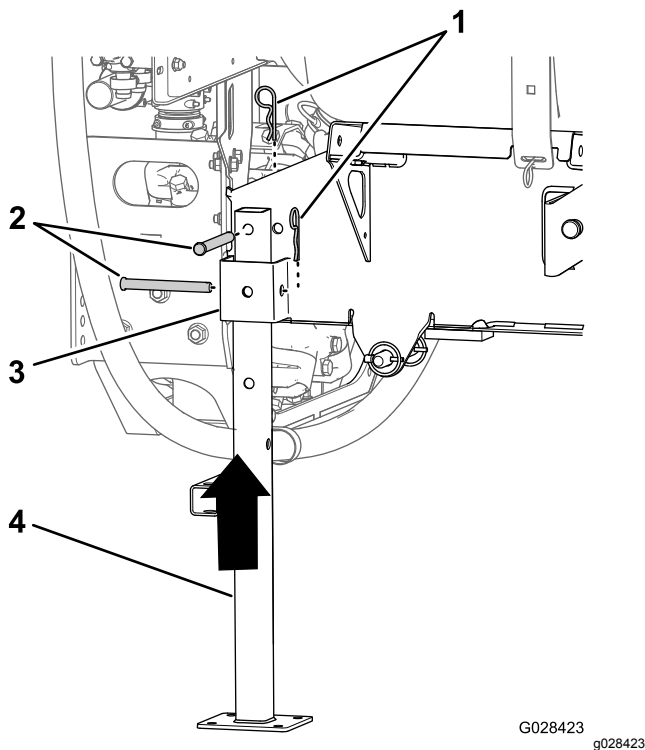

Bild 134
5. Fluchten Sie den hinteren Stützbock mit der Aufnahme für den hinteren Stützbock aus (Bild 134).
6. Fluchten Sie das Loch oben am Stützbock mit dem Loch im Rahmen des Behältergestells aus (Bild 134)
7. Befestigen Sie den Stützbock mit zwei Lastösenbolzen (1/2" x 4 1/2") und zwei Splints (5/32" x 2⁵/₈") an der Aufnahme und dem Rahmen, wie in Bild 134 abgebildet.